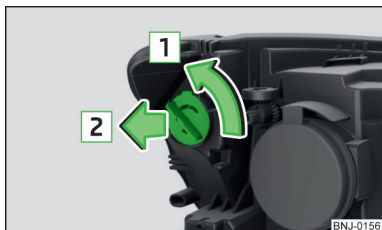

Fig. 188
- › Rotiți conectorul, împreună cu becul cu incandescență, în sensul săgeții **1** » fig. 188.